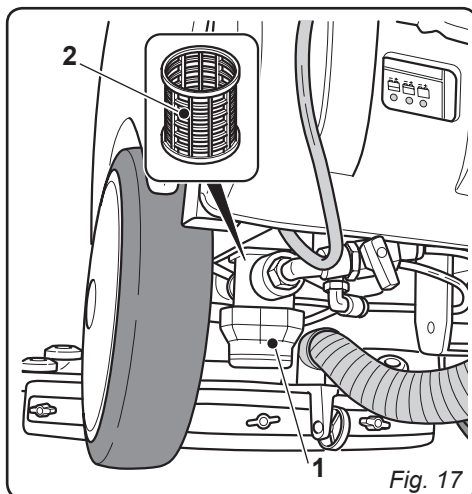

Fig. 17
11.1.d - Pulizia filtro acqua pulita (Fig. 17)
- Svitare il coperchio trasparente (1) del filtro e rimuovere il filtro (2).
- Pulire il filtro (2) in acqua corrente se si presenta intasato sostituirlo.